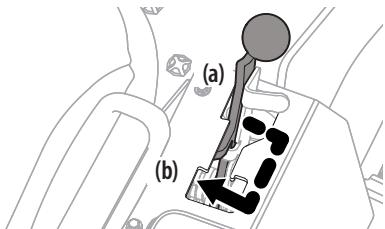

Figura 19
2. Active el freno de mano colocando los pedales de control de la transmisión en punto muerto, empujando la palanca del freno de mano hacia la derecha fuera de la posición "apagado" (a) y tirando de la palanca hacia atrás hasta que se bloquee en la posición "encendido" (b). Consulte la Figura 19.